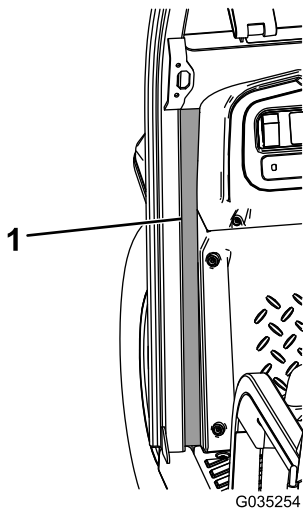

Figura 15
12. Retire la parte posterior de las juntas derecha, delantera e izquierda de espuma y fíjelas a la máquina (Figura 15).